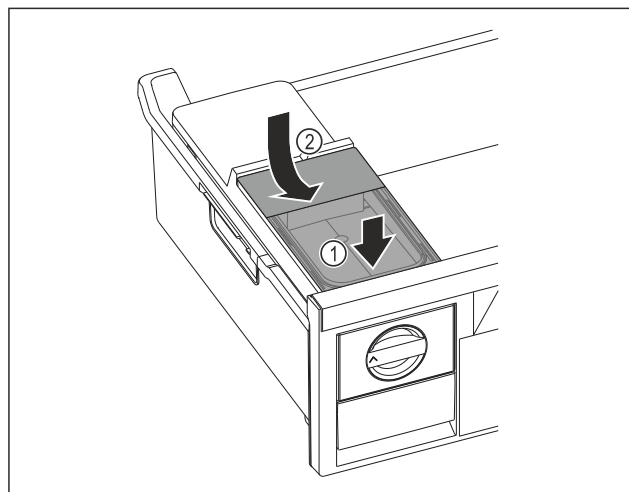

Fig. 80
- Wassertank vorne ansetzen. Fig. 80 (1)
- Wassertank hinten absenken. Fig. 80 (2)